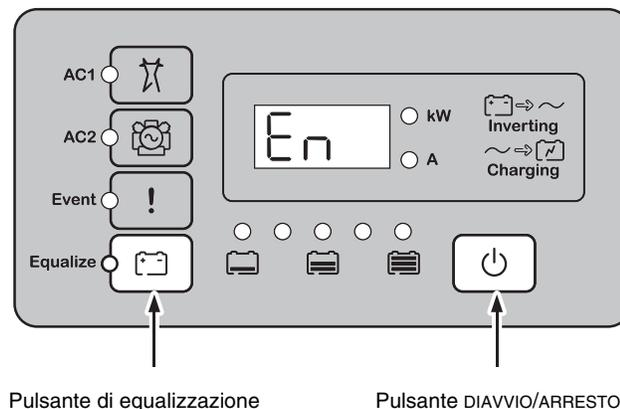

Figura 3-17 Modalità di abilitazione
- ◆ Sul pannello di informazioni dell'inverter, premere il pulsante di AVVIO/ARRESTO e il pulsante di equalizzazione. A questo punto, Conext XW+ è abilitato e sul pannello di informazioni dell'inverter viene visualizzato temporaneamente E_n (Enabled, Abilitato), come mostrato nella Figura 3-17.